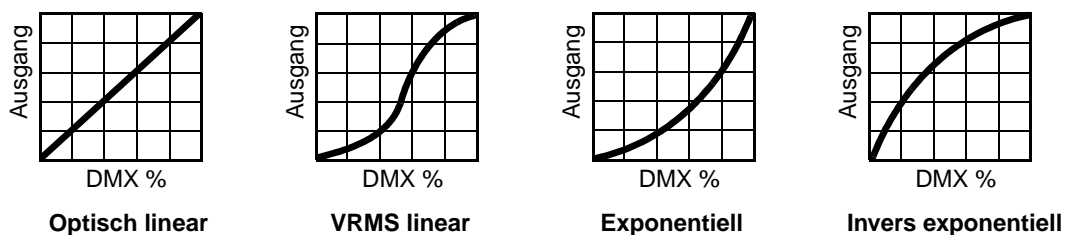

Bild 5: Dimmerkurven
- **DIMMER CURVE** stellt vier Dimmerkurven zur Verfügung (siehe Bild 5):